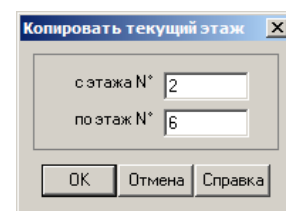

Рис.13.8.1. Окно диалогом **Копировать текущий этаж**
- В открывшемся окне диалогом **Копировать текущий этаж** (рис. 13.8.1) задайте следующие параметры: